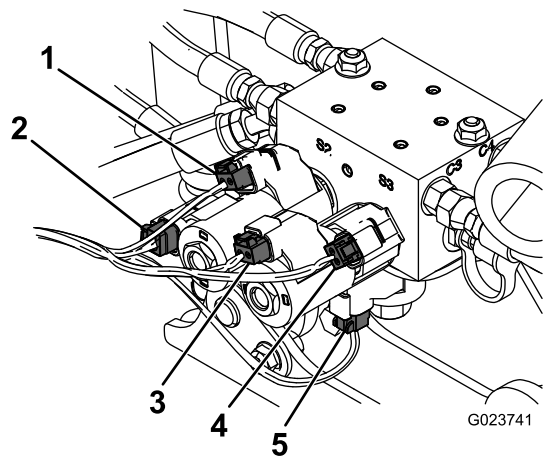

図 21
5. ワイヤハーネスを、図 21 のように油圧ブロックに取り付ける。